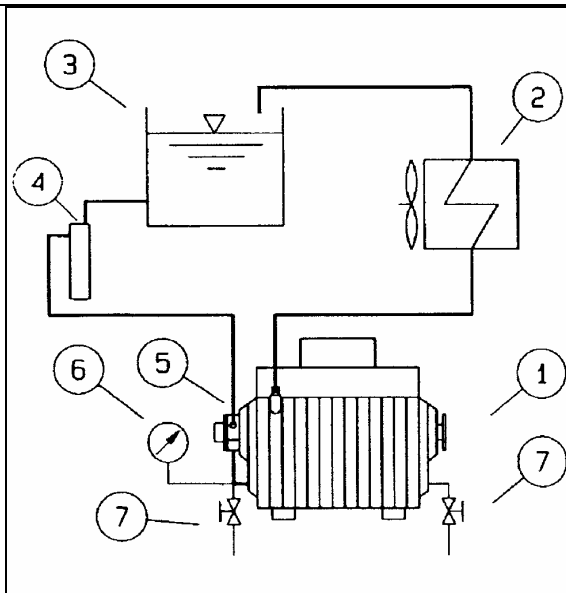

Fig. 11
### Raffreddamento della pompa per vuoto fig.11
- Si consiglia di utilizzare un circuito chiuso non pressurizzato a circolazione forzata come in fig.11.
Nel caso si lasci ferma la pompa per vuoto per lunghi periodi levare il liquido di raffreddamento tramite gli appositi drenaggi vedi fig.11.